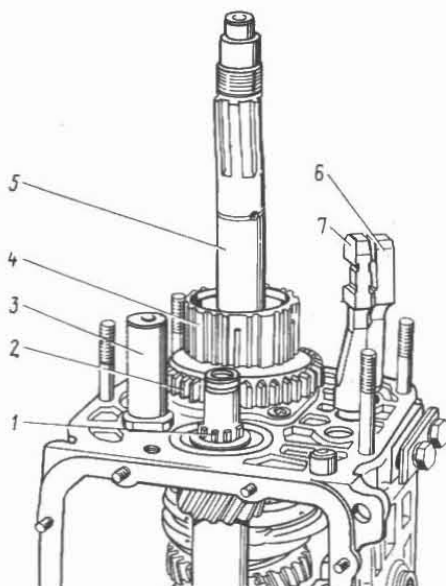

Fig. 3-35. Desmontaje del piñón intermedio de la marcha atrás, piñón de la Vª velocidad en conjunto con el sincronizador y la horquilla:
Quite simultáneamente el piñón intermedio 1 (fig. 3-35) de la marcha atrás del eje, el piñón 3 en conjunto con el desplazable 2 y horquilla 4 del árbol secundario.
- instale simultáneamente el piñón intermedio 1 (véase fig. 3-35) de la marcha atrás, el piñón 3 y la horquilla 4;